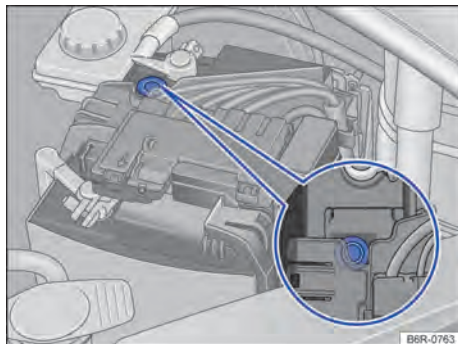

Fig. 107 No compartimento do motor: exemplo de posição do visor no lado superior da bateria do veículo.
- O visor redondo → **Fig. 107** na parte superior da bateria do veículo muda de cor conforme o nível do eletrólito.